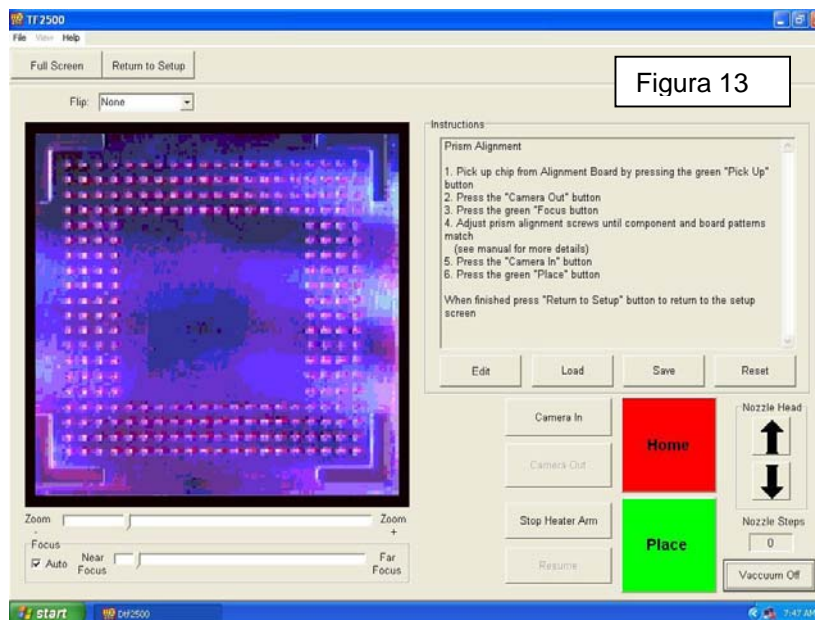

Figura 13
- x. L'immagine nella finestra deve essere allineata come nella figura 13.